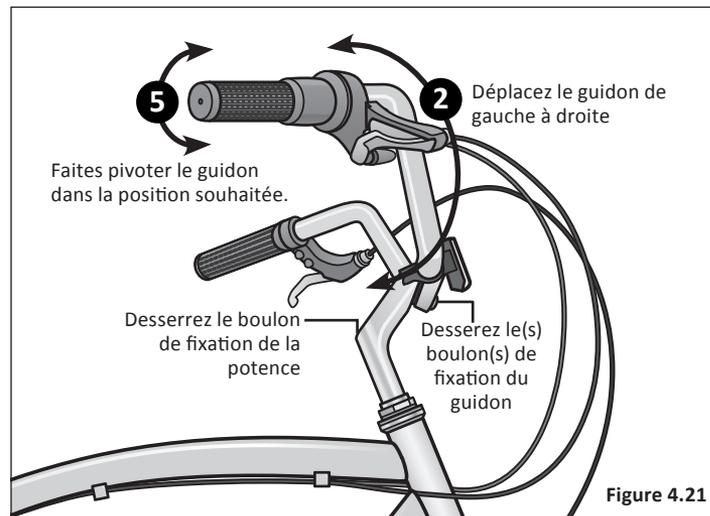

Figure 4.21
- 2 À l'aide d'une clé Allen de 6 mm, desserrez le boulon de fixation de la potence et déplacez le guidon vers la gauche ou la droite jusqu'à ce qu'il soit aligné avec la roue avant. **Figure 4.21**
- 5 Faites pivoter le guidon dans la position souhaitée. **Figure 4.21**